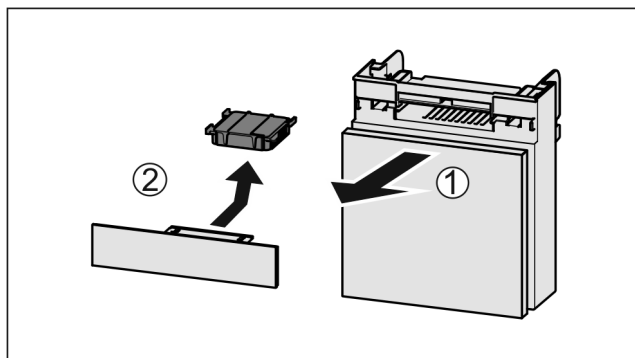

Fig. 120
- Pretinac izvucite Fig. 120 (1) prema naprijed.
- Izvadite filter s aktivnim ugljenom Fig. 120 (2).